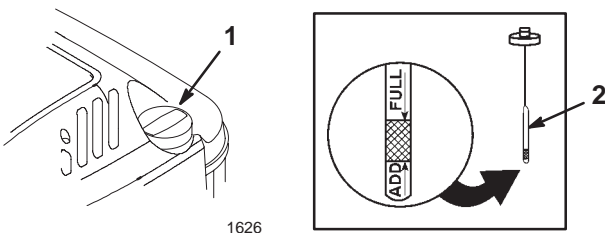

Bild 7
Stellen Sie vor jedem Einsatz sicher, dass der Ölstand zwischen den Marken **Add [Nachfüllen]** und **Full [Voll]** am Peilstab steht (Bild 7).
- Reinigen Sie den Bereich um den Peilstab (Bild 7).
- Lesen Sie den Ölstand am Peilstab ab (Bild 7).